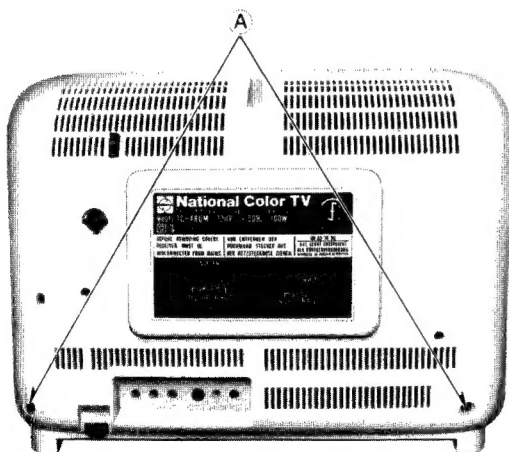

Fig. 1 Abb. 1
1. Remove 4 rear cover screws. (A) as in Fig. 1 and 2.
1. Die 4 Rückwandschrauben "A" Abb. 1 u. 2 entfernen